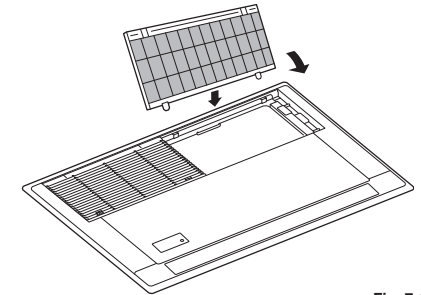

Fig. 7-12
- (2) Utilice los tornillos suministrados (4 x 12) para fijar el panel lateral al panel del techo.
- Cuando instale la rejilla de entrada, tenga cuidado de que no quede pillado el alambre de la aleta. (Fig. 7-12)